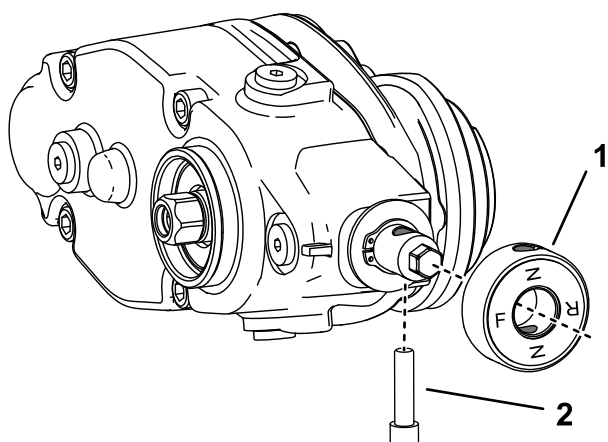

Figure 8
7. Si vous montez le groomer sur le côté gauche de la machine, procédez comme suit (Figure 8) :